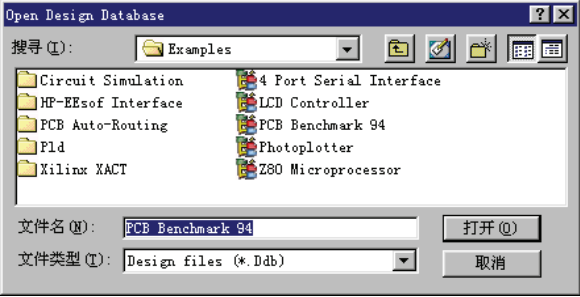

图 1-11 “Open Design Database”对话框
10) Import Project: 执行该命令后, 可以导入一个已经存在的设计数据库到当前设计平台中, 系统将弹出如图 1-11 所示的“Open Design Database”对话框。